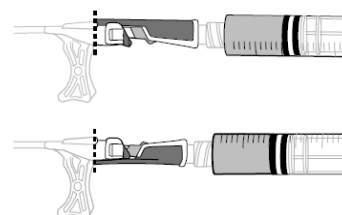

図 4:ガイドワイヤ装填位置のバルブツール
(2) 方法 2
- a. バルブツールの一部をカテーテルに挿入して、図 4 に示す装填位置のいずれかになるようにする。